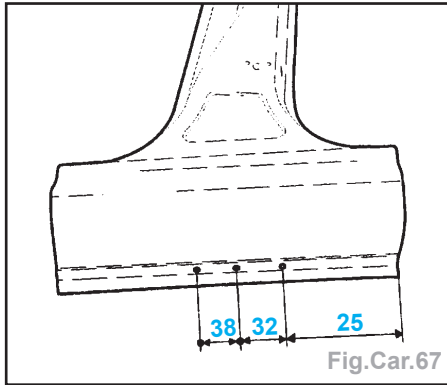

Fig.Car.67
- puis percer des trous de  $\varnothing 6,5$  mm pour soudage ultérieur par points bouchons (Fig. Car.67),